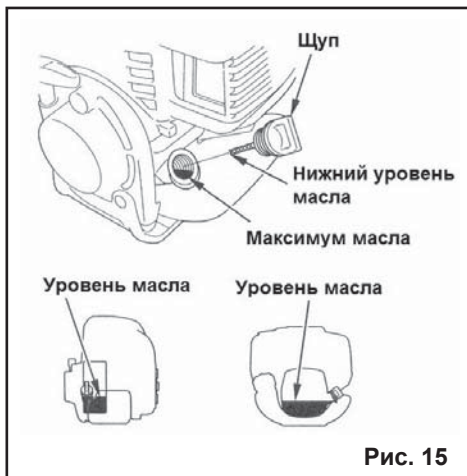

Рис. 15
8.1.4. Выкрутите крышку (50) со щупом из маслосливной горловины (51) и извлеките масляный щуп (50). Проверьте уровень масла и при необходимости долейте масло до отметки «Максимум» на нижнем крае маслосливной горловины (51) (Рис. 15, 16).